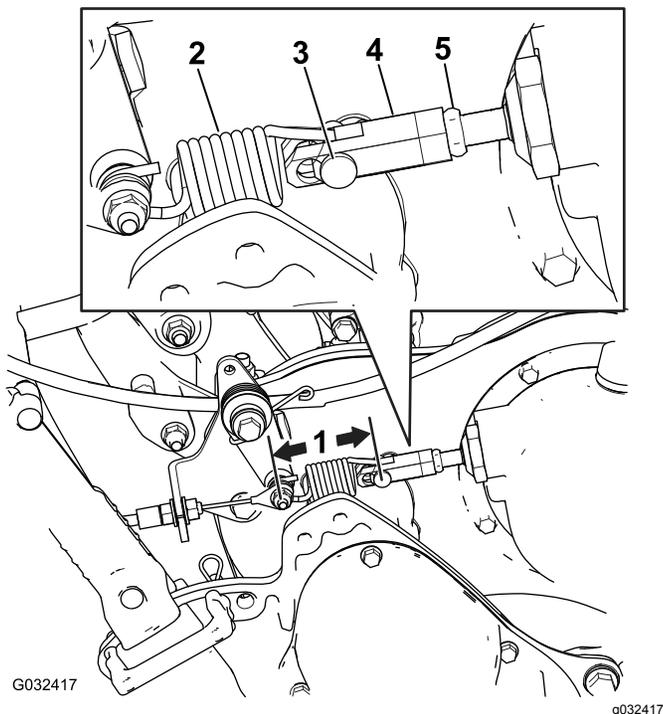

Bild 49
- F. Messen Sie den Abstand zwischen den Stiften auf beiden Seiten der Fahrtriebssteuerfeder (Bild 49). Wiederholen Sie die Schritte A bis F, bis der Abstand zwischen 7,3 cm und 7,6 cm liegt.
2. Messen Sie den Abstand zwischen den Stiften auf beiden Seiten der Fahrtriebssteuerfeder (Bild 49). Wenn dieser unter 7,6 cm liegt, stellen Sie die Kupplung mit den folgenden Schritten ein.
- B. Lösen Sie die Klemmmutter an der Spannschraube und entfernen Sie den Lastösenbolzen, wobei Sie die Feder von der Spannschraube trennen. (Bild 49).